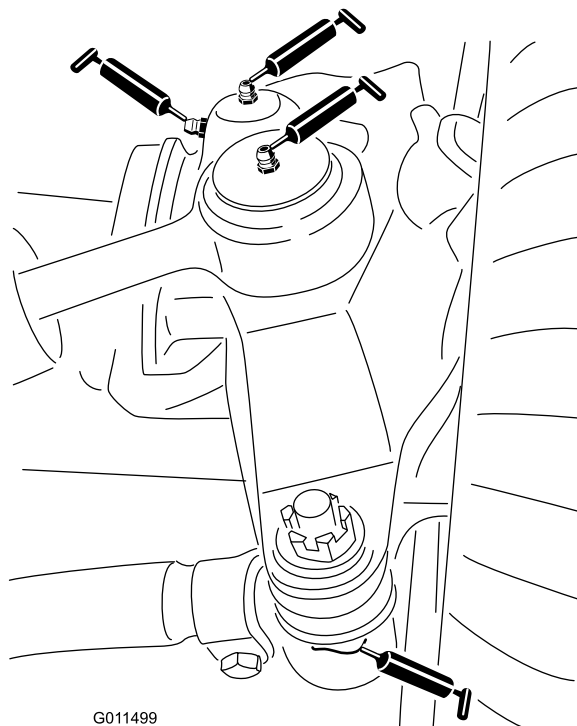

Figura 61
- Rótulas do cilindro de direção (2) (Figura 61)
- Rótulas esféricas da barra de ligação (2) (Figura 61)
- Buchas do pino principal (2) (Figura 61).